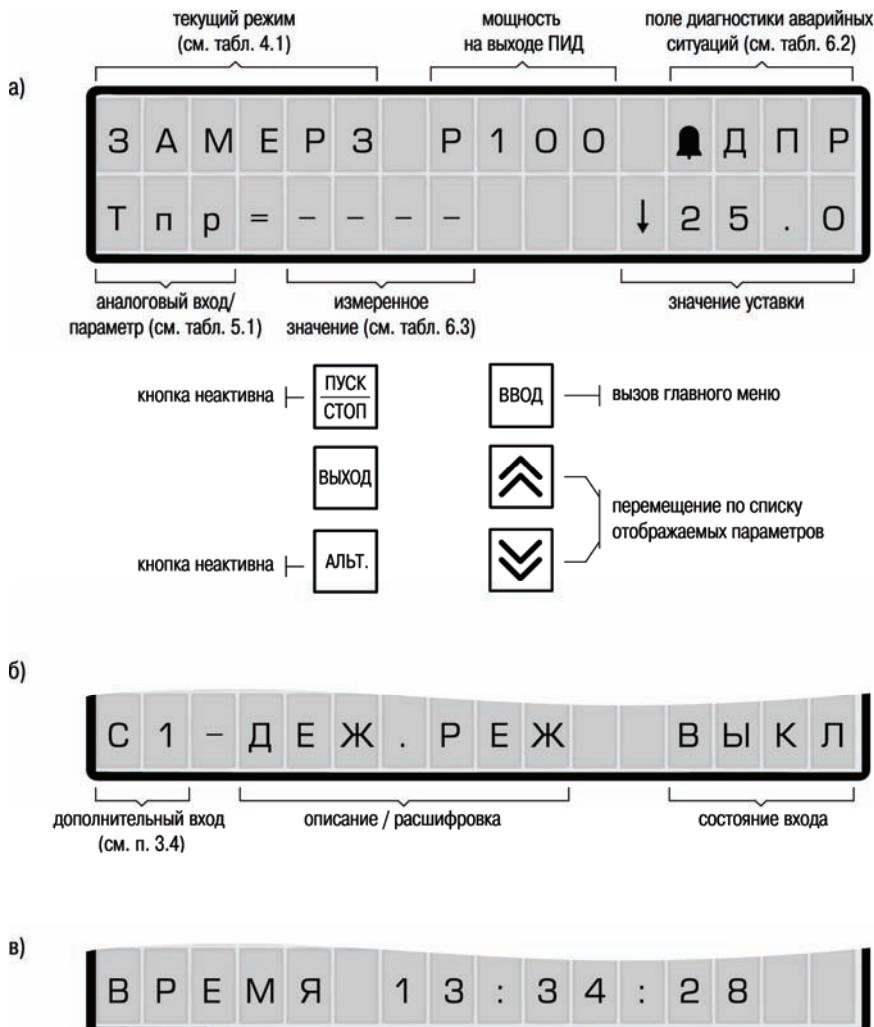

Рисунок 6.1
6.3.1 При возникновении нештатной ситуации, вызванной ошибкой измерения или изменением состояния дополнительных входов, на индикаторе в верхнем правом углу появляется сообщение с символом (рисунок 6.1, а).
На индикаторе в поле диагностики аварийных ситуаций (рисунок 6.1) сохраняется и не сбрасывается кнопкой информация об источнике, первым приведшем к переходу в текущий аварийный режим. Сброс возможен при снятии всех аварийных условий и смене режима работы прибора. Это сделано для возможности выяснения причин возникновения аварийной ситуации.
6.3.2 При работе прибора непрерывно производится диагностика состояния измерительных входов, предотвращающих возникновение различных нештатных ситуаций, связанных с неисправностью датчиков. При возникновении подобной ситуации код ошибки выводится на индикатор в соответствующем поле сообщений (рисунок 6.1, а). Коды ошибок измерения приведены в таблице 6.3.
При восстановлении работоспособности неисправных датчиков аварийный сигнал в верхнем правом углу (рисунок 6.1, а) сохраняется. Для сброса аварийного сигнала необходимо нажать кнопку .
6.3.4 Отображаемое обозначение (см. рисунок 6.1) функционального назначения дополнительного дискретного входа (см. п. 3.4) приведено в таблице 6.4.